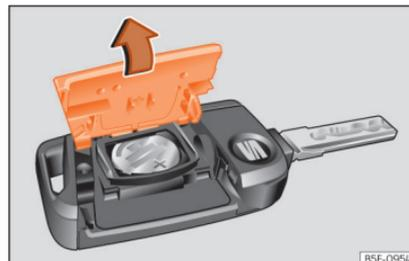

Fig. 74 Chave do veículo: abertura da tampa do compartimento da pilha.
- Retire a tampa na parte traseira da chave do veículo »» Fig. 74 na direção da seta »» ❶.
- Coloque a tampa tal como se mostra »» Fig. 74 e pressione-a na carcaça da chave do veículo, no sentido contrário ao da seta, até que encaixe.